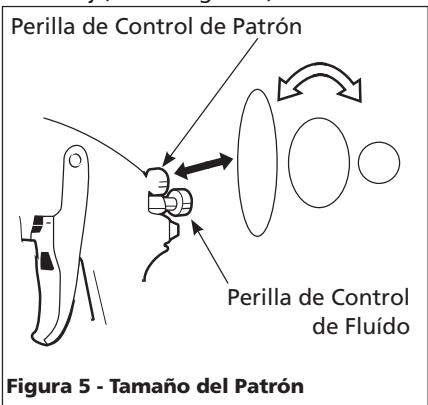

Figura 5 - Tamaño del Patrón
- Seleccione la forma del patrón. Si desea cubrir una superficie amplia, gire la perilla de control en sentido contrario a las agujas del reloj. Si desea un patrón circular, gírela en el mismo sentido de las agujas del reloj (Vea la Figura 5).
- Gire la perilla de control totalmente en el mismo sentido de las agujas del reloj, para cerrarlo (Vea la Figura 5).
5. Sáquele las tuercas que sostienen los empaques y reemplácelos SOLO si no puede eliminar la fuga de material después de apretar las tuercas (Vea la Figura 5). No apriete demasiado estas tuercas ya que podría restringir el movimiento de la aguja.